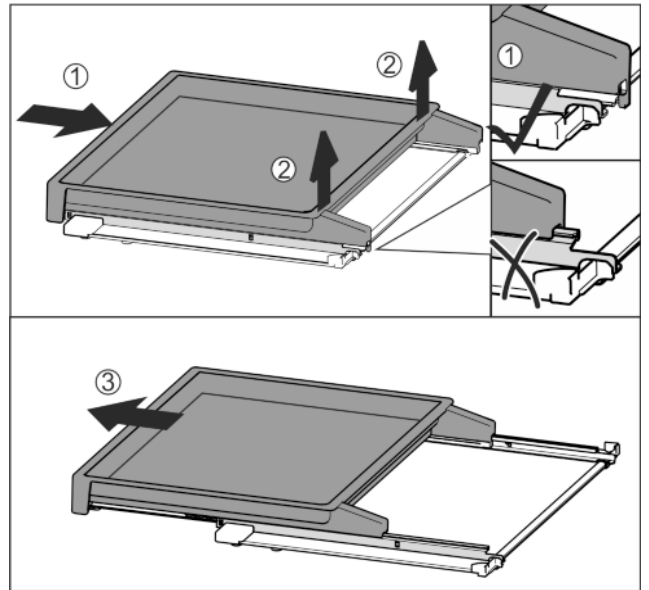

Fig. 37
- ▶ Introduzca por completo el estante extraíble Fig. 37 (1).
- ▶ Suelte el enganche en el lado trasero Fig. 37 (2).
- ▶ Retire el estante extraíble hacia delante Fig. 37 (3).